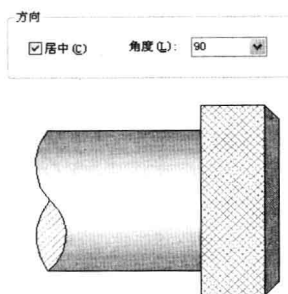

图 5-1-16
(6) 打开前一节素材文件“5-1-1.dwg”,单击“渐变色”按钮,单击第一排第二个图案,角度设置为“90”,单击“添加:拾取点”按钮,在填充区域单击,按Enter键,单击“确定”按钮,如图5-1-16所示。